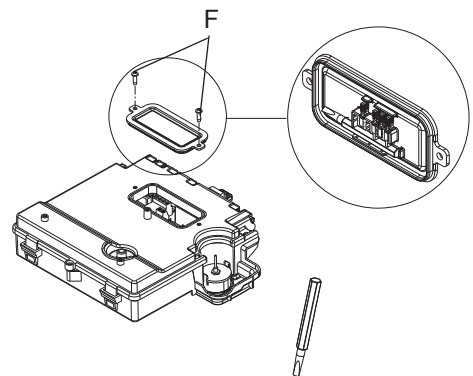

Fig. 4.11
- desenroscar los tornillos (F) - fig. 4.11 - para retirar la tapa de la regleta de conexión (230V)